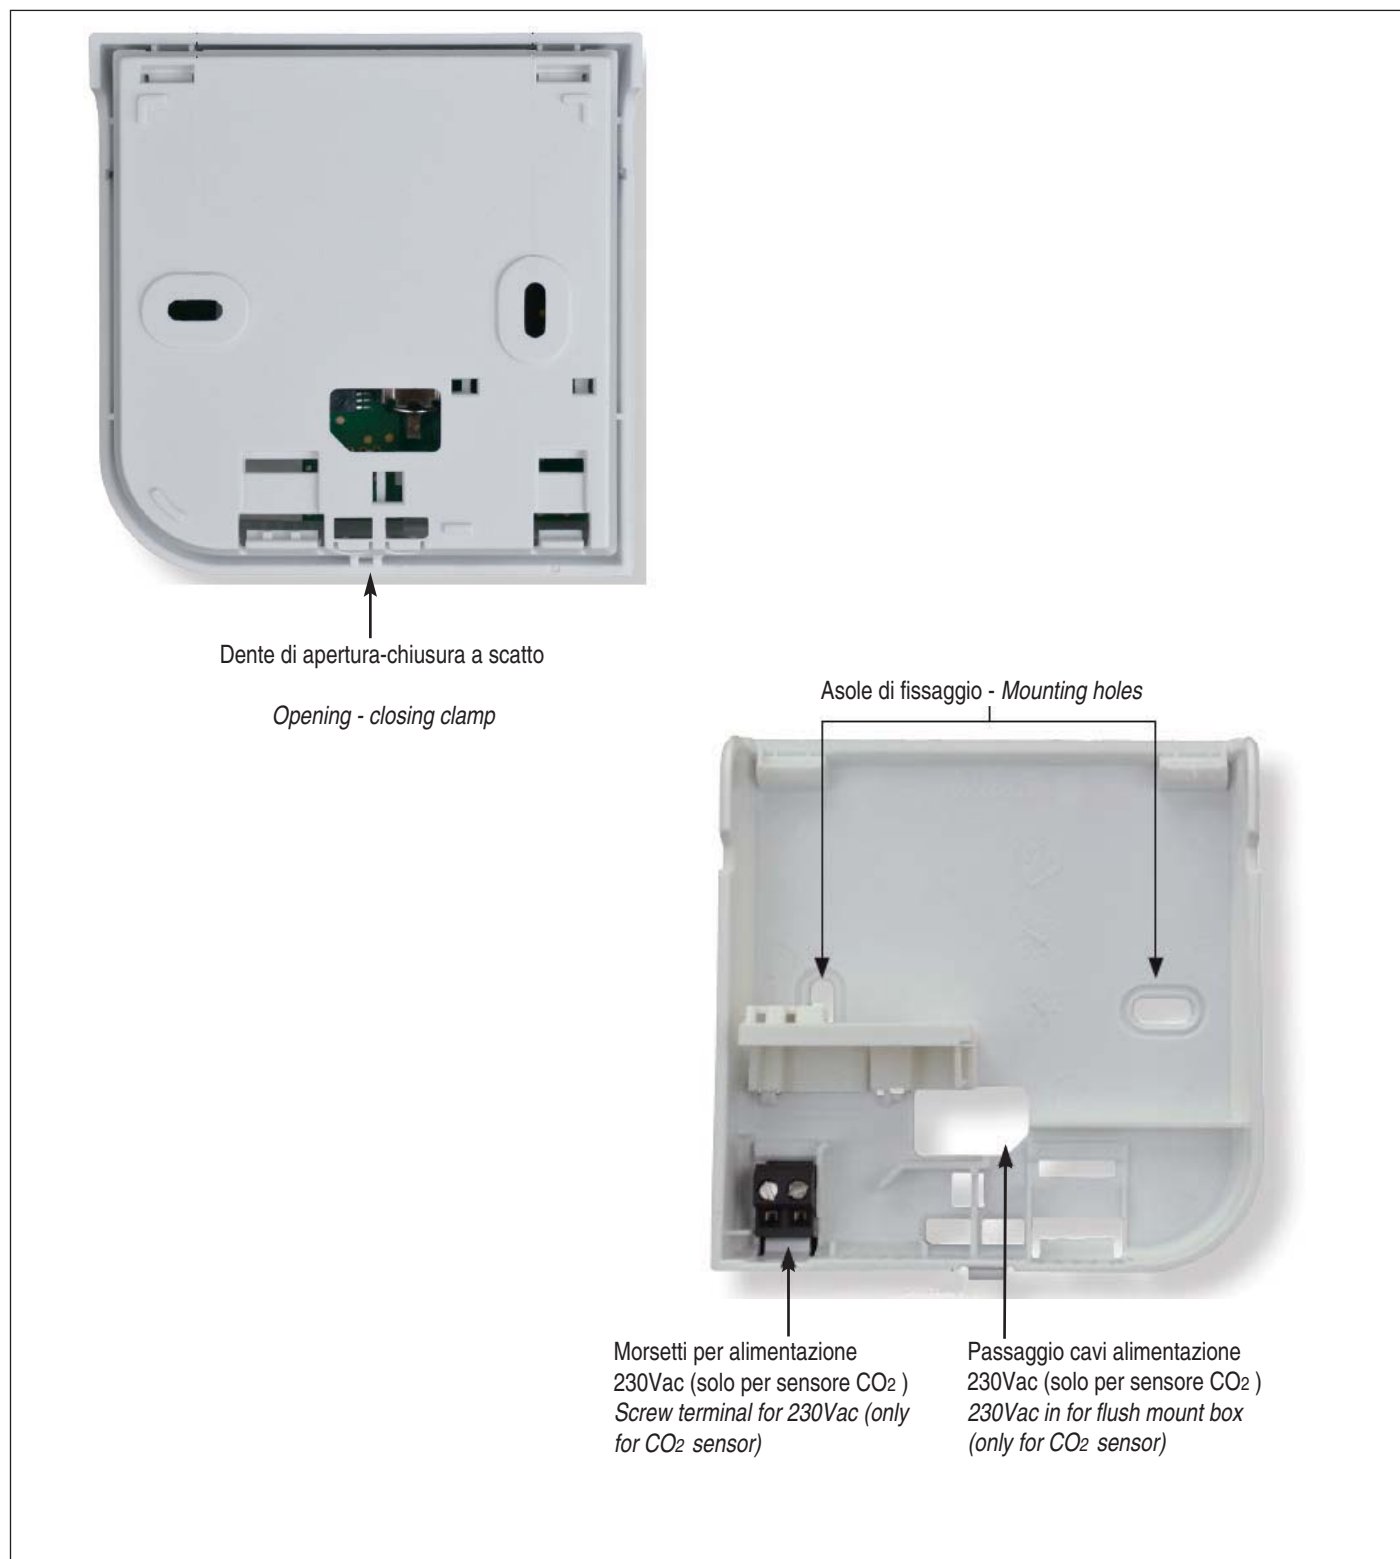

fig. 13
- Le connessioni e i cavi usati per esse sono a cura di chi installa (fig. 13).
- Connections and cables have to be supplied by the installer (fig. 13).
- Aprire il sensore agendo sul dente in plastica inferiore (fig. 13).
- Open the sensor pushing the plastic bottom clamp (fig. 13).